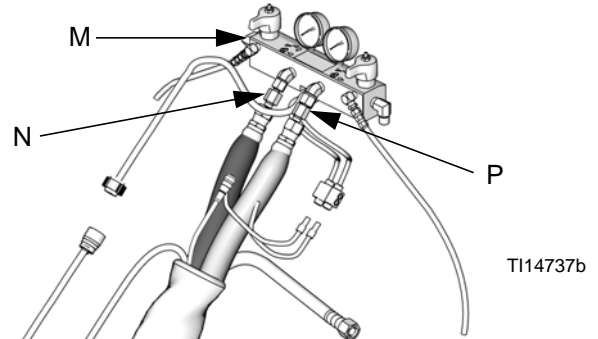

FIG. 18
1. Graissez à l'aide d'une graisse Fusion et raccordez les flexibles de fluide sur le collecteur de fluide du doseur (M). Rouge pour le durcisseur, bleu pour la résine. Consultez la FIG. 18.